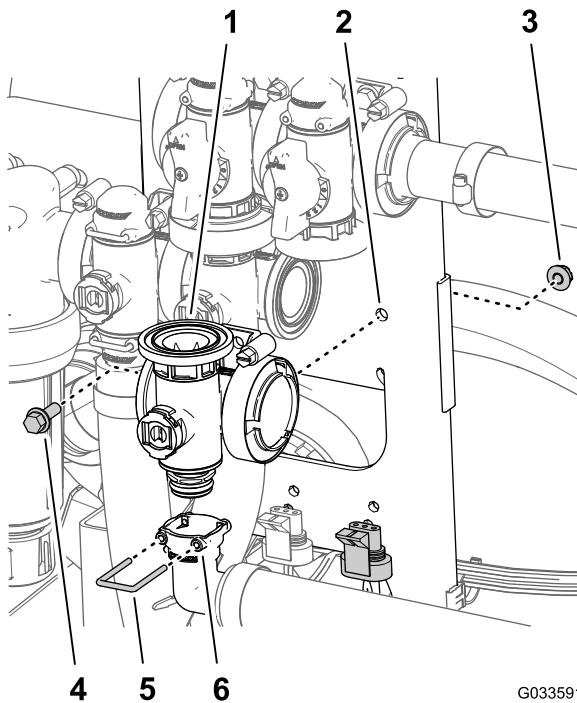

Bild 118
2. Entfernen Sie den Halter, mit dem das 90°-Auslaufanschlussstück an der Verteilerkupplung für das Hauptauslegerventil befestigt ist (Bild 118).
3. Entfernen Sie die Bundkopfschraube ($\frac{1}{4}$ " x $\frac{3}{4}$ "), und die Sicherungsbundmutter ($\frac{1}{4}$ "), mit denen das Hauptauslegerventil an der Ventilbefestigung befestigt ist, und entfernen Sie den Ventilverteiler von der Maschine (Bild 118).